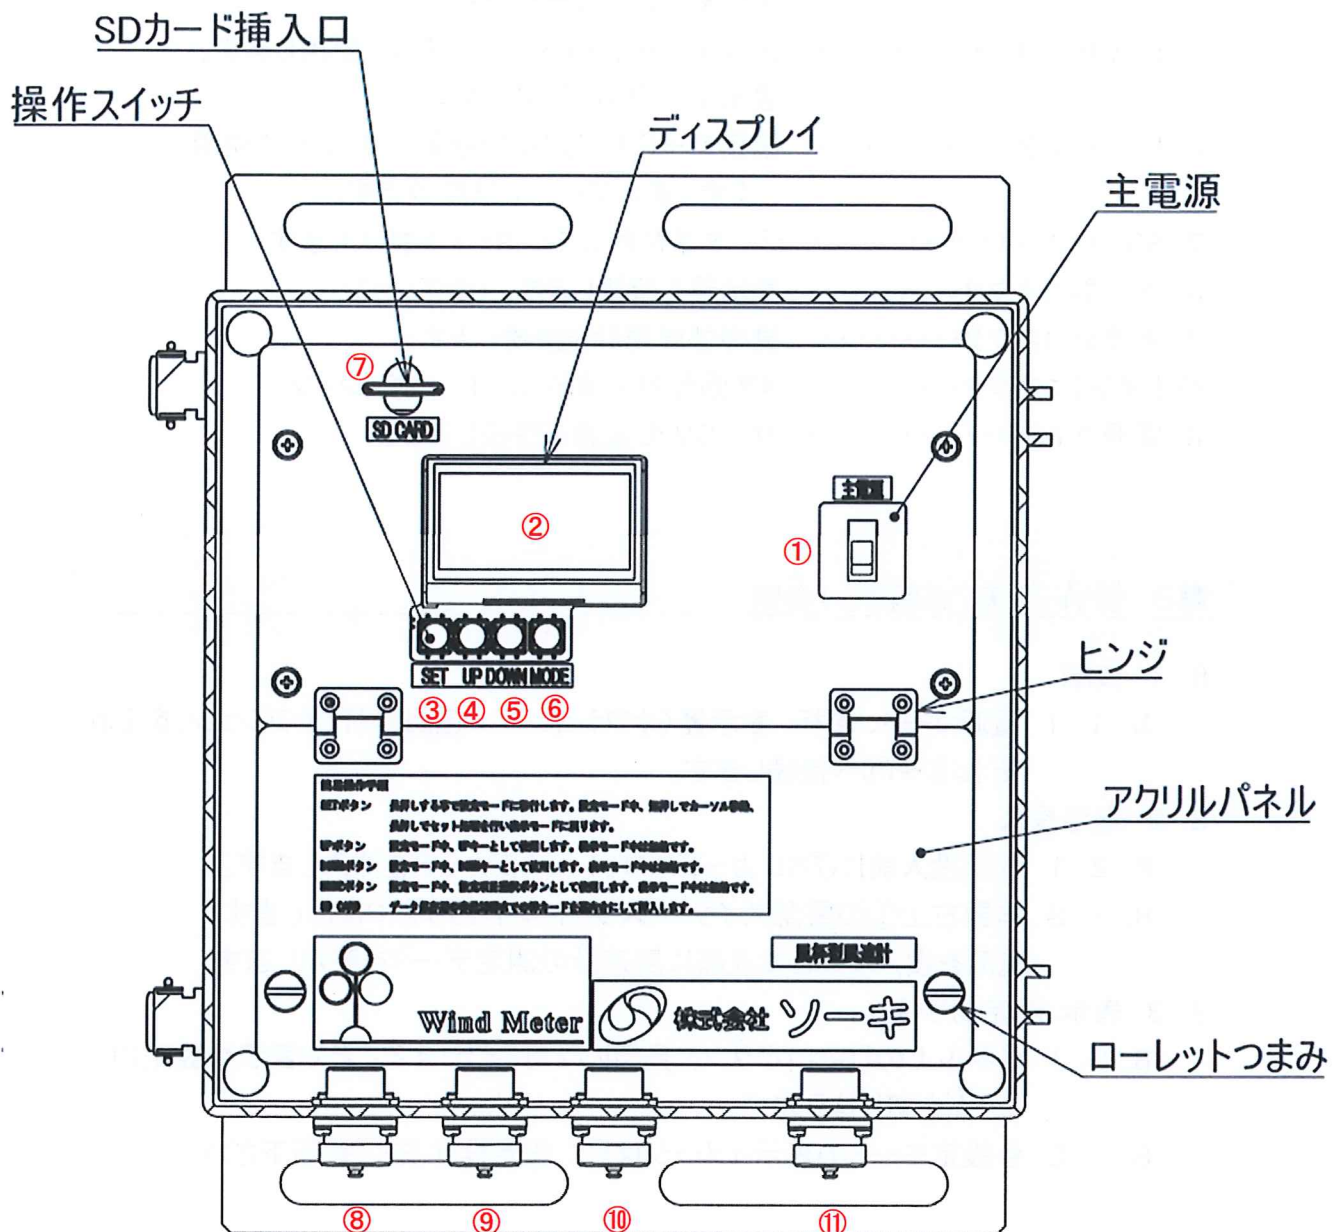

図7-1 フロントパネル
- ⑦ SD カードスロット..... データ保存用の SD カードを挿入します。
- ⑧ 表示器コネクタ..... 表示器を接続します。(オプション)
- ⑨ 風速計コネクタ..... 風杯型風速計を接続します。
- ⑩ 回転灯コネクタ..... 3連回転灯を接続します。(オプション)
- ⑪ 電源コネクタ..... AC100V の電源を接続します。
■ 8. 操作方法 ※図7-1参照